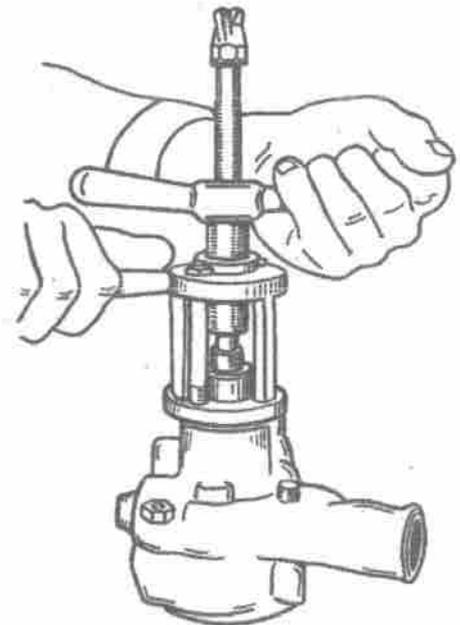

Bild 73. Abziehen der Riemenscheibennabe der Wasserpumpe
2. Befestigungsschraube der Riemenscheibennabe herausdrehen und Nabe mit Hilfe des Abziehers abziehen (Bild 73).